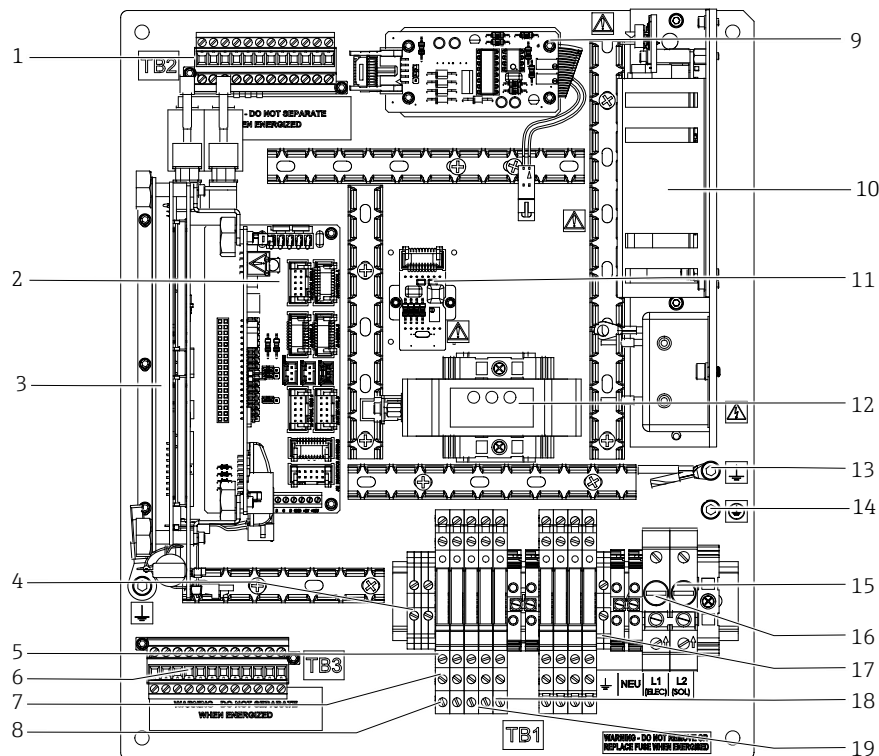

Figura 3: Placa de control (CA) del sistema electrónico A ARM9 del analizador en la que se muestra la regleta de terminales de señal y los relés de alarma
2. Abra la envolvente del sistema electrónico. Consulte las ubicaciones de los fusibles en las figuras Figura 3 a Figura 7.